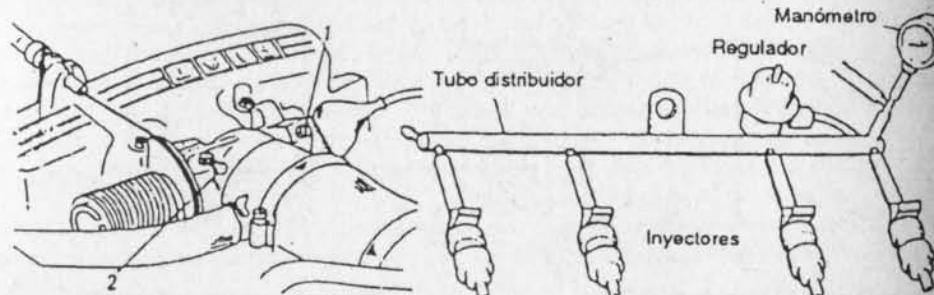

Fig. 3-18.— Regulación del ralentí
**Regulación del ralentí.**— Con el motor a la temperatura de trabajo y el encendido correcto, regular el tornillo de ralentí (1) (Fig. 3-18), hasta que el motor gire a unas 750 rpm. Girar después el tornillo de tope de la mariposa de aceleración (2) hasta que el motor gire a 800 rpm. Controlar estas operaciones por el análisis del humo, que deberá indicar "0" o un mínimo de CO y de HC.